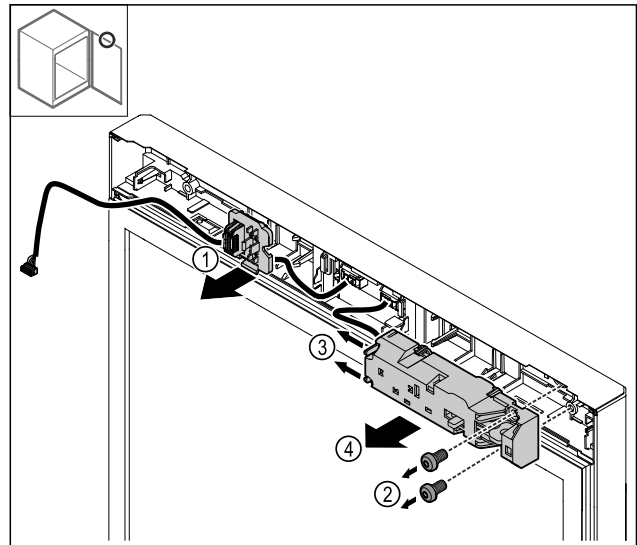

Fig. 27
- ▶ Držák zástrčky Fig. 27 (1) uvolněte.
- ▶ Odstraňte šrouby Fig. 27 (2).
- ▶ Nosy zářezky Fig. 27 (3) stlačte na stranu a sejměte elektrický zámek Fig. 27 (4).